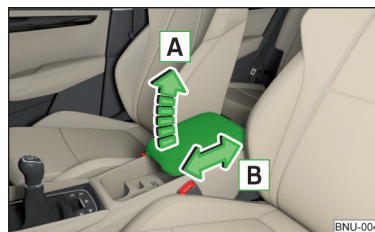

Fig. 78
- Para el **ajuste de altura**, elevar el apoyabrazos en el sentido de la flecha A en una de las posiciones de retención » fig. 78.